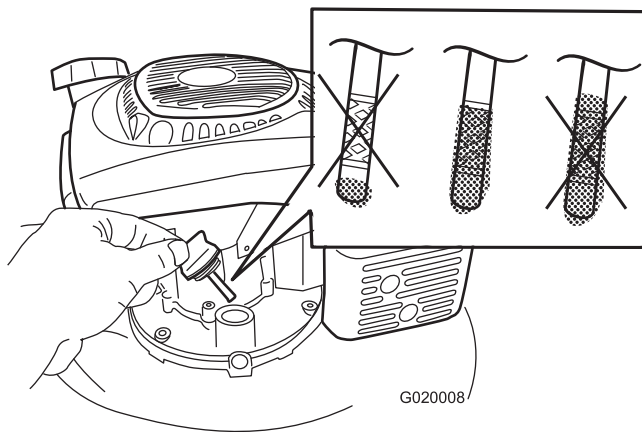

Figure 22
7. Versez de l'huile **lentement** dans l'orifice de remplissage pour faire monter le niveau de liquide jusqu'au repère du plein sur la jauge (Figure 22). **Ne remplissez pas excessivement.** (Niveau max. : 0,59 l, type : huile détergente SAE 30 ou SAE 10W-30, classe de service API SJ ou supérieure.)